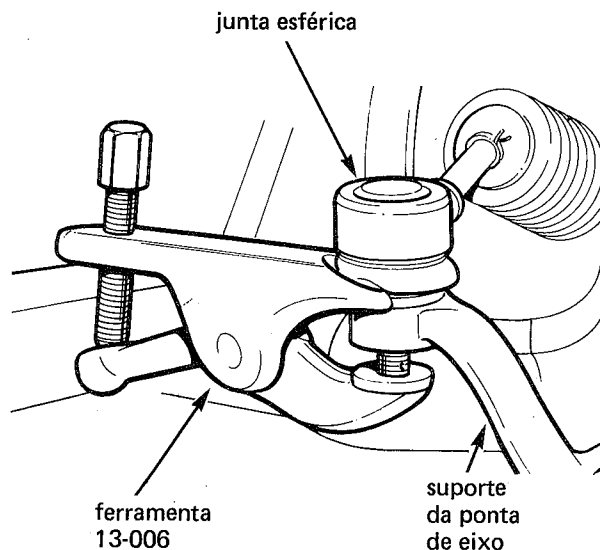

fig. 11
6. Utilizando-se da ferramenta 13-006, desligar as juntas esféricas dos braços da direção (fig. 11). Remover as porcas castelo